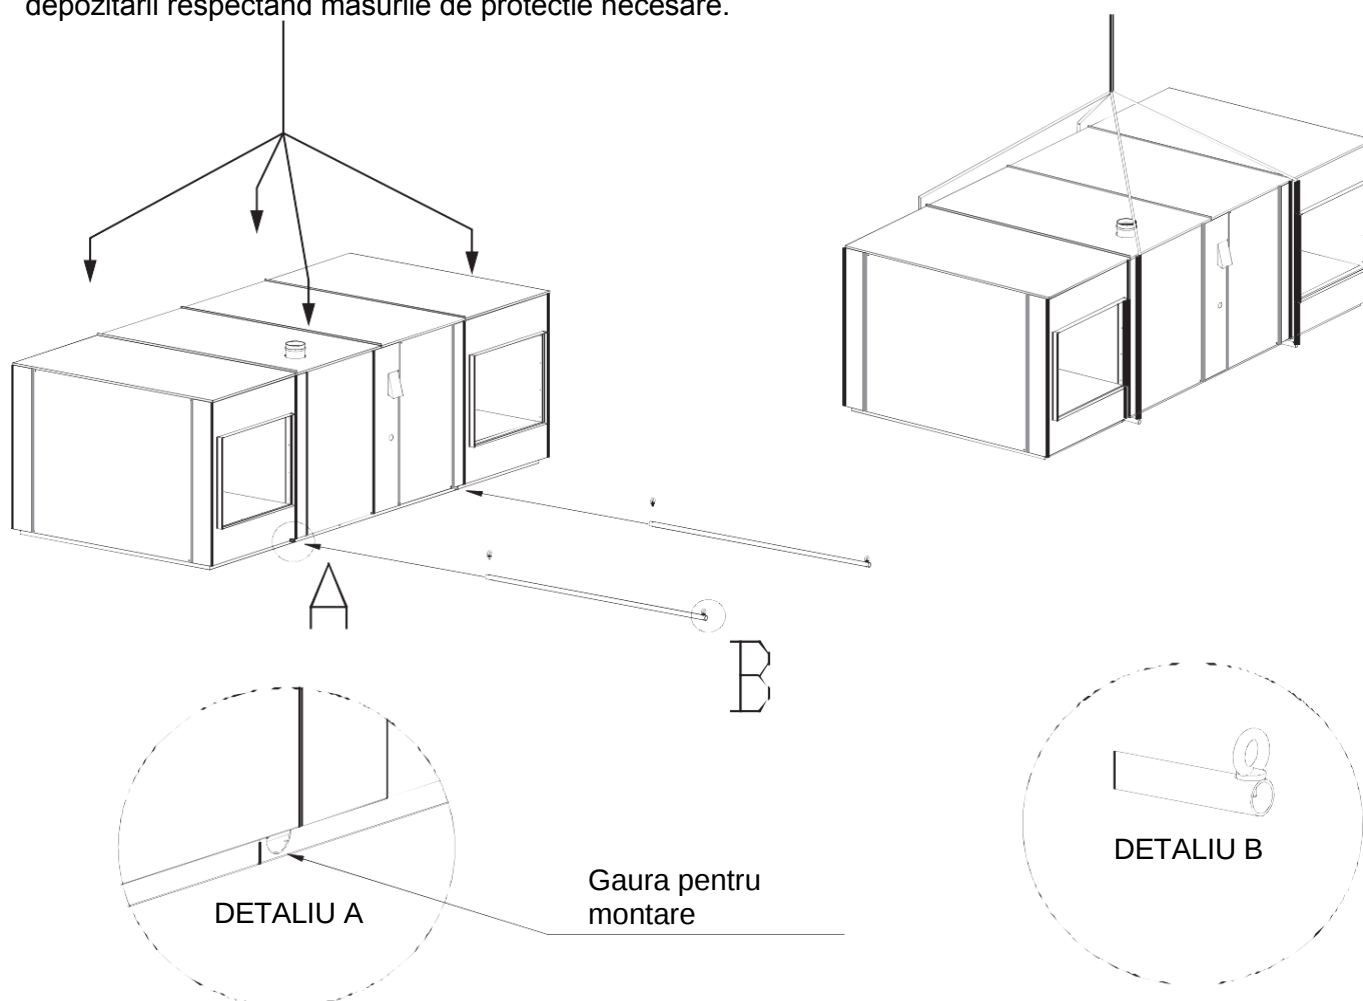

Fig. 6.2. Schemă pentru pregătirea încărcării / descărcării generatorului de aer cald EOLO B RT.
Compania SYSTEMA nu își asumă responsabilitatea în cazul transportului sau despachetării incorecte a echipamentului. La încărcarea / descărcarea generatorului de aer cald EOLO B de tipul RT trebuie utilizate grinzile de transport (furnizate împreună cu echipamentul). Grinzile trebuie introduse în orificiile de montare (A) Fig. 6.2 la partea inferioară. La capetele grinzilor se afla șuruburile (B) de care se fixează curelele de transport. Pozitionați echipamentul astfel fixat pe raftul pregătit sau în spațiul destinat depozitării respectând măsurile de protecție necesare.